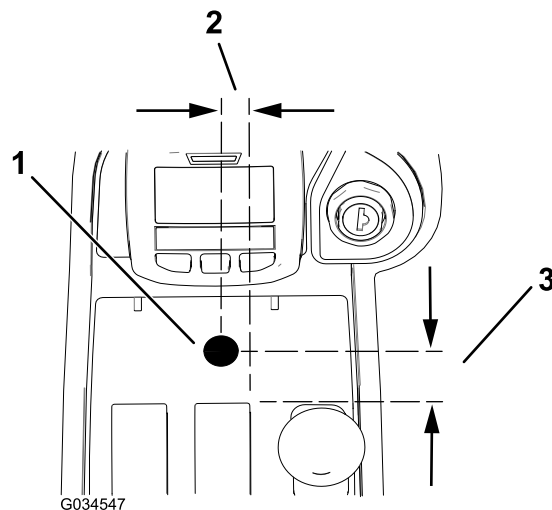

Figure 15
- Percez un trou de 13 mm dans la console centrale ; voir la Figure 15 pour connaître la bonne orientation.